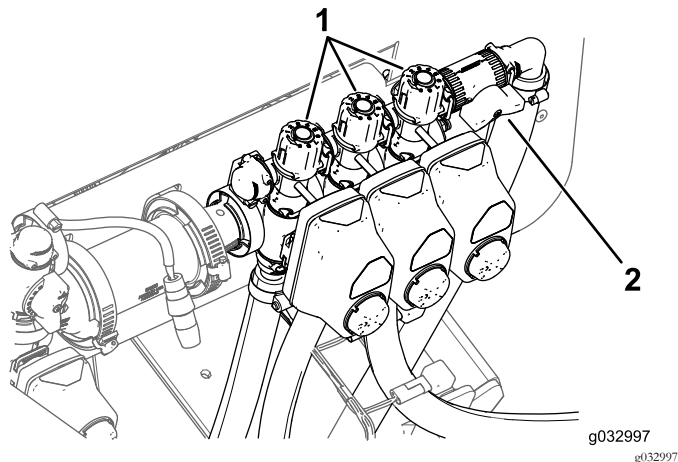

图129
- 关闭左喷洒臂并调节喷洒臂旁通旋钮 图129 直至压力达到先前的水平。
- 调节右喷洒臂旁通旋钮 图129 直至压力达到先前的水平。
- 调节中央喷洒臂旁通旋钮 图129 直至压力达到先前的水平。